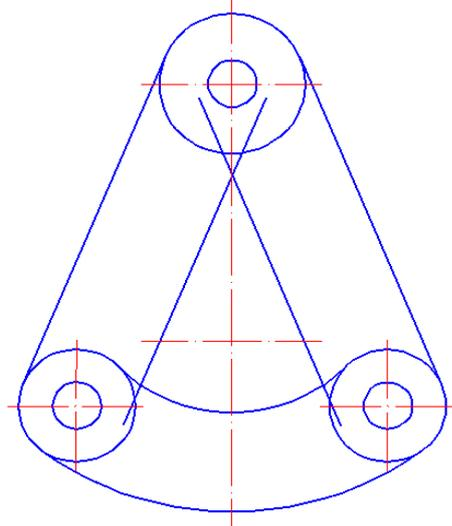

Рис. 63. Построение подобных объектов
3.11. Выполнить построение внутренней части чертежа с помощью операций **Редактирование** → **Смещение** (см. подр. 3.2.3) с отступом от двух касательных на расстояние 45 мм и от горизонтальной оси верхней окружности на 110 мм (см. рис. 63).